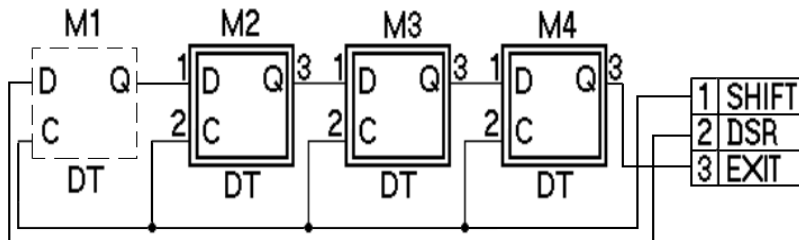
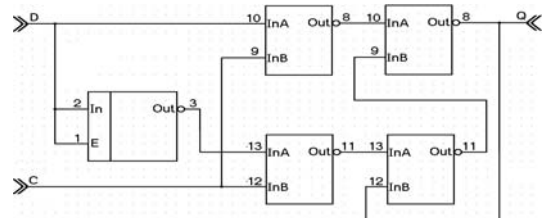

Рис. 37
Рис.38
Создадим схему *регистра сдвига* (рис.37), содержащую четыре D–триггера (рис. 38).
2. Пользуясь сочетанием клавиш CTRL+LB, привести графику символа M1 к виду на рис.37
3. Установить символы на схему и соединить их цепями согласно рис. 38.